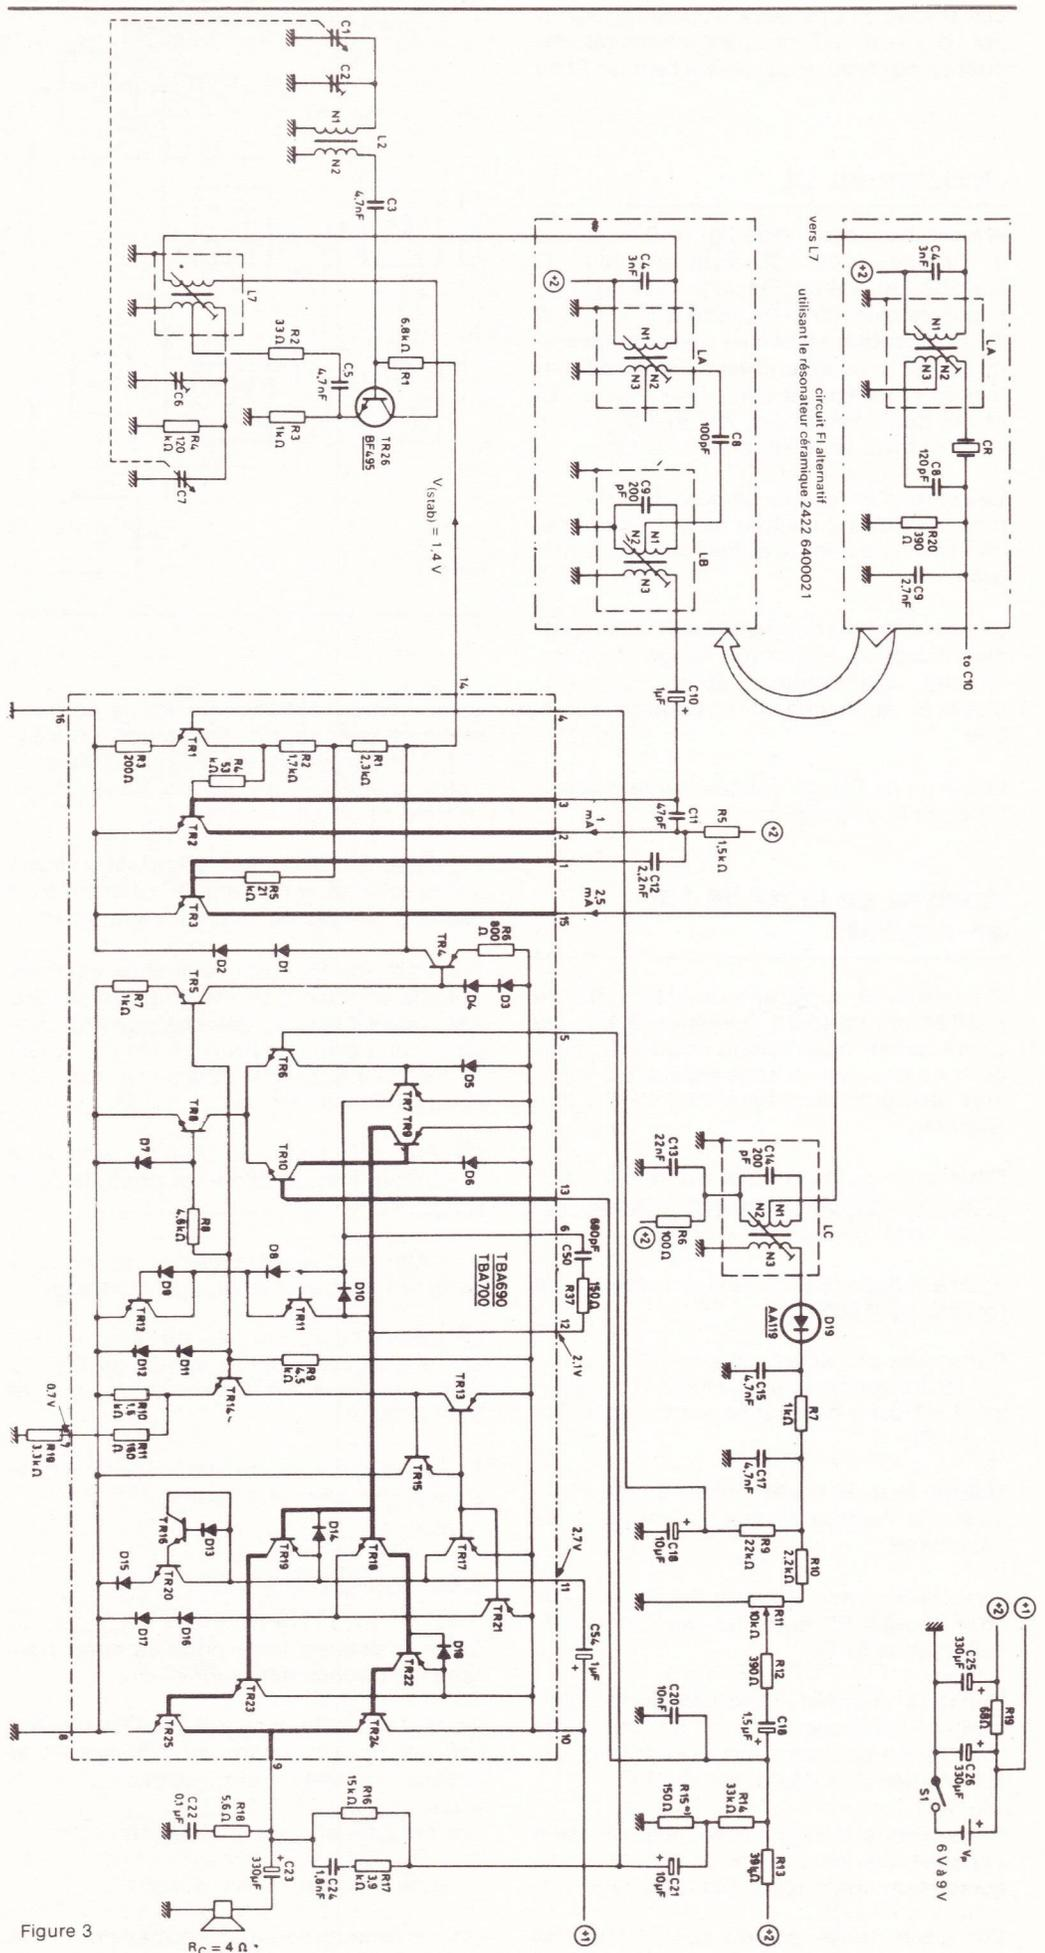

Figure 3
Le schéma de cet appareil est donné à la figure 3 sur laquelle le CI TBA 700 est représenté dans le rectangle pointillé, avec le détail de sa composition intérieure.
En considérant le cas plus général d'un récepteur FM/AM, on voit que l'on a prévu une antenne accordée pour les signaux FM qui seront reçus par un bloc sélecteur nommé « tête FM ». Les signaux à modulation d'amplitude (AM) seront reçus sur cadre mais rien ne s'opposera au branchement d'une antenne d'un type quelconque convenablement couplée au bobinage d'accord HF, c'est-à-dire sur l'enroulement  $N_1$  de  $L_2$  (voir figure 3).